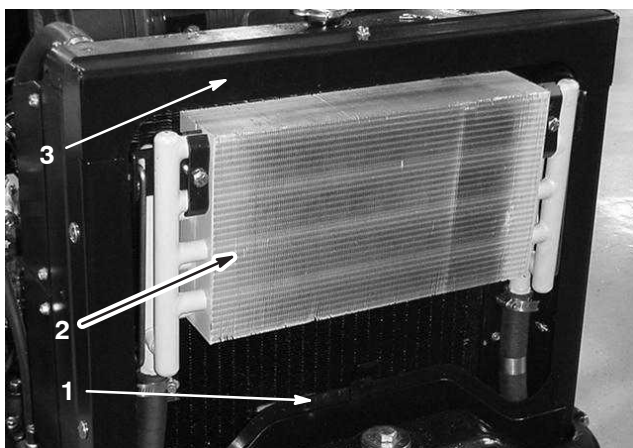

Figure 43
2. Déposez le panneau d'accès (Fig. 43).